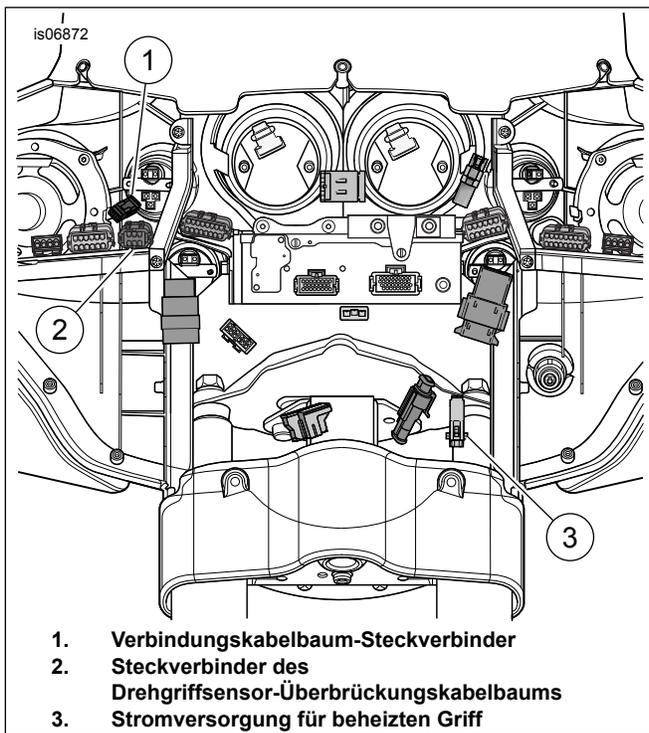

Abbildung 5. Verkleidungsverkabelung (FLH-Modelle)
Siehe Abbildung 5. Stromkabelsteckverbinder des Handgriffs (3) verfügt über eine Kappe, die vor dem Anschließen an die Fahrzeugverkabelung entfernt werden muss.
2. Siehe Abbildung 5. Die Steckverbinderhälfte der Stromversorgung vom linken Handgriff am Steckverbinder der Stromversorgung des Handgriffs (3) anschließen.
3. (1) am linken Griff-Steckverbinder anschließen.
c. TGS-Hauptkabelbaum-Steckverbinder vom Überbrückungskabelbaum an den Steckverbinder (2) anschließen.